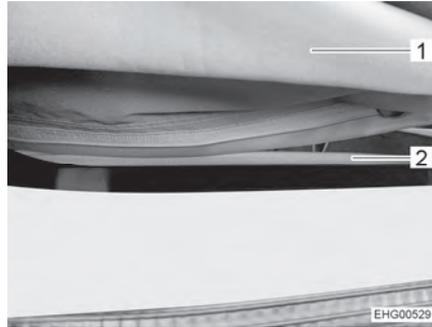

Fig. 57 Fermeture éclair
- Ouvrir entièrement la fermeture éclair (Fig. 57,2) sur le bas du soufflet (Fig. 57,1).